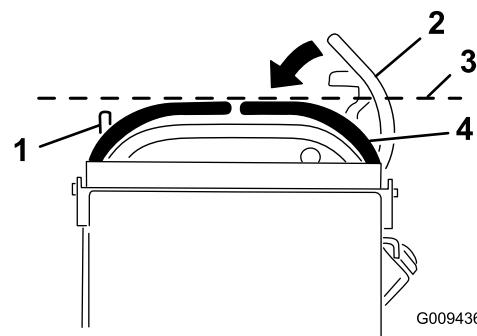

Figura 68
3. Empuje la palanca de control de movimiento derecha hacia abajo, sacándola de la posición de BLOQUEO/PUNTO MUERTO (Figura 68).
4. Compruebe que la palanca de control de movimiento de la derecha quede alineada en sentido horizontal con la palanca de control de movimiento de la izquierda (Figura 68).